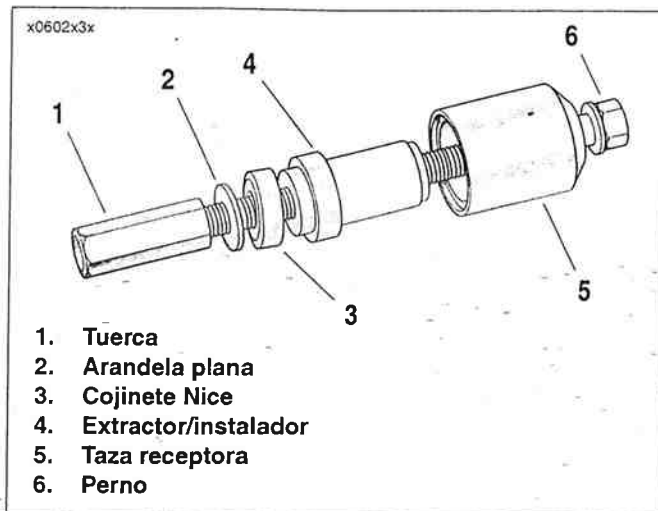
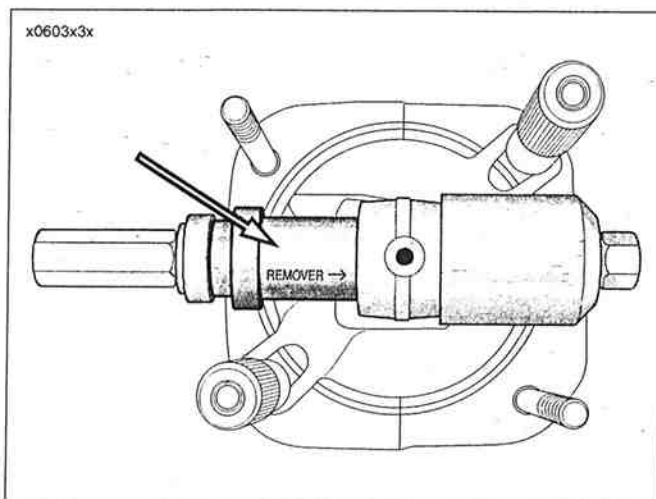
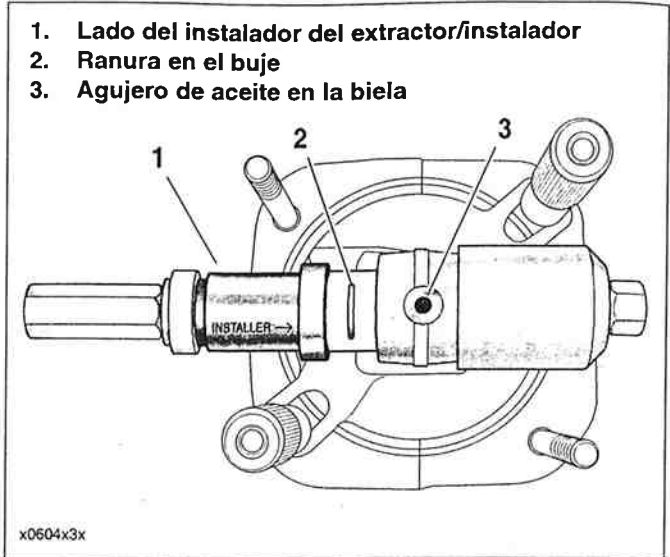

Figura 3-56. Extractor/instalador de bujes de la biela (HD-95970-32D)
Figura 3-57. Disposición del extractor. Use el lado del extractor del extractor/instalador
Figura 3-58. Disposición del instalador
3. Vea la Figura 3-56. Obtenga el EXTRACTOR/INSTALADOR DE BUJES DE LA BIELA (HD-95970-32D).
- a. Aplique una cantidad pequeña de lubricante de grafito a las roscas del perno (6) para prolongar su vida útil y garantizar un funcionamiento parejo.
- b. Deslice la taza receptora (5) sobre el perno con el lado cerrado hacia la cabeza del perno.
- d. Vea la Figura 3-57. Deslice el lado del extractor del extractor/instalador sobre el perno. El mango impulsor está estampado para asegurar la orientación correcta.
- e. Vea la Figura 3-56. Deslice el cojinete Nice (3) y arandela plana (2) sobre el perno (6) hasta que haya contacto con el extractor/instalador (4).
- f. Enrosque la tuerca (1) sobre el perno hasta que el conjunto esté apretado.
1. Vea la Figura 3-56. Obtenga el EXTRACTOR/INSTALADOR DE BUJES DE LA BIELA (HD-95970-32D).
- d. Vea la Figura 3-58. Deslice un buje **nuevo** sobre el perno. Empiece a enroscar el buje en el diámetro interior. Compruebe que el centro de la ranura en el buje (2) esté alineado con el agujero de aceite en la biela (3). Además, asegúrese de que el buje está encuadrado en el diámetro interior y no impedido.
- e. Deslice el lado del instalador del extractor/instalador (1) sobre el perno hasta que el reborde haga contacto con el buje. El extractor/instalador está estampado para asegurar la orientación correcta.
- f. Vea la Figura 3-56. Deslice el cojinete Nice (3) y arandela plana (2) sobre el perno hasta que haya contacto con el extractor/instalador.
- g. Enrosque la tuerca (1) sobre el perno hasta que el conjunto esté apretado.